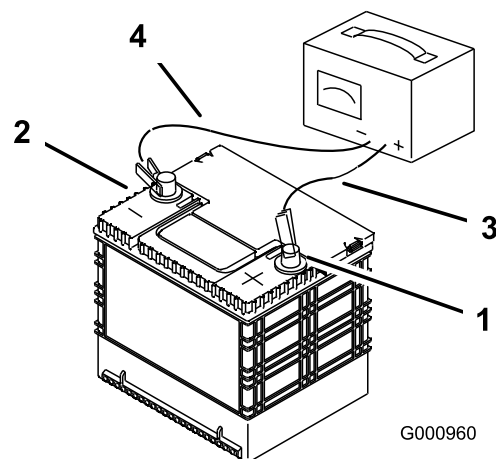

Figura 75
3. Quando a bateria estiver totalmente carregada, desligue o carregador da tomada elétrica e em seguida desligue os cabos do carregador dos bornes da bateria (Figura 75).